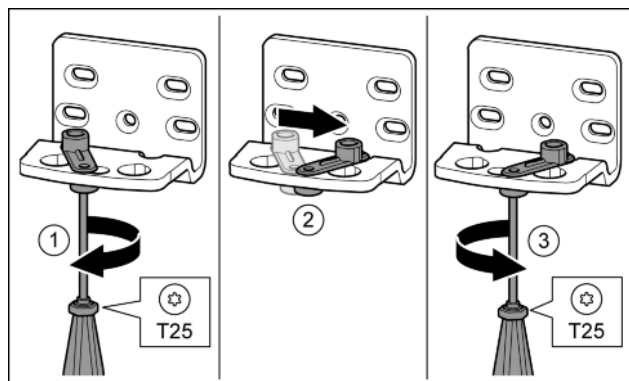

Fig. 15\*
- ▶ Šroubovákem T25 volně přišroubujte šroub.\* Fig. 15 (1)
- ▶ Zvedněte pomůcku zavírání dveří a v otvoru ji otočte o 90° doprava.\* Fig. 15 (2)
- ▶ Šroubovákem T25 šroub pevně utáhněte.\* Fig. 15 (3)